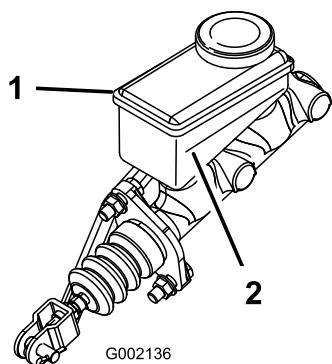

Рисунок 18
3. Проверьте уровень жидкости в боковой части бачка (Рисунок 18).
- B. Доливайте тормозную жидкость DOT 3 в бачок, пока ее уровень не будет выше отметки «Минимум» (Рисунок 18).